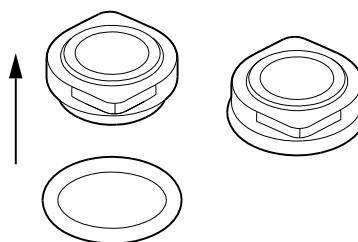

Рис. 10 Монтаж уплотнительного кольца на неподвижной части торцевого уплотнения
2. Установить уплотнительное кольцо (поз. 102) на неподвижную часть уплотнения вала. См. рис. 10.